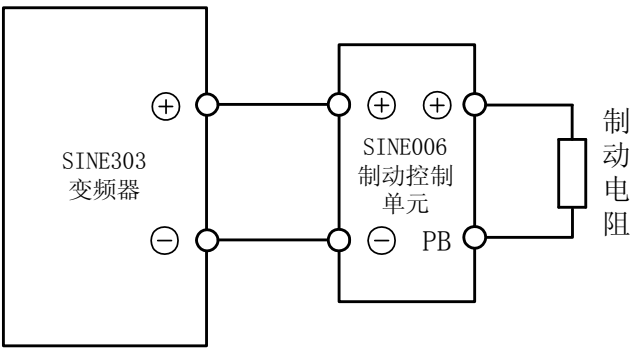

图 11-2 制动单元的连接
- SINE303 系列变频器与 SINE006 系列制动单元的连接如图 11-2 所示。